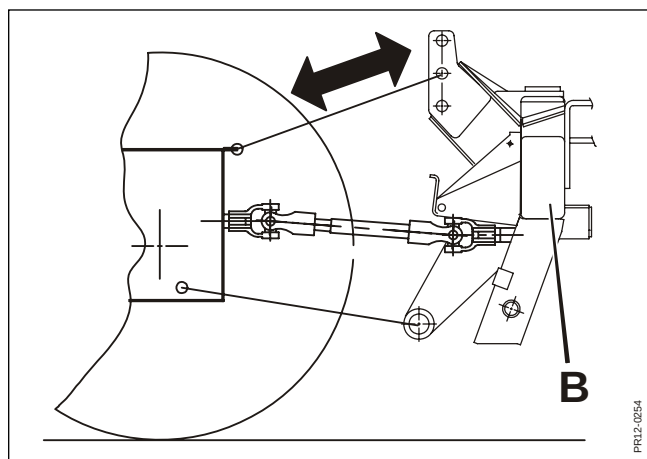

Fig. 2-14
- Fig. 2-14** Maskinen sænkes til arbejdsstillingen, og topstangens længde justeres, så toprammen **B** står lodret.